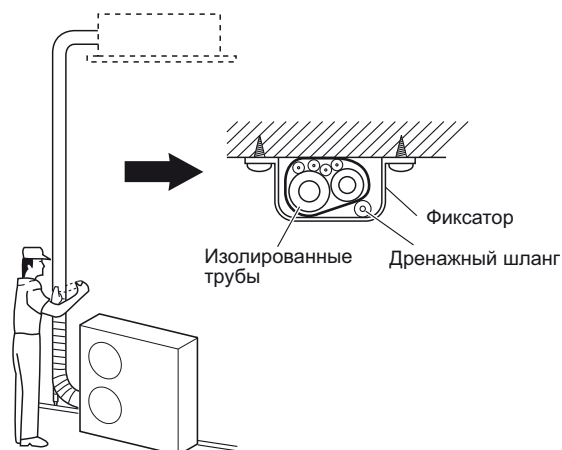

Рис.5-9
- (1) На данном этапе трубы хладагента (и электрическую проводку, если это разрешено местными правилами) следует обмотать вместе бронелентой в 1 связку. Чтобы предотвратить перелив конденсата через края дренажного поддона, проложите дренажный шланг отдельно от трубопровода хладагента.
- (2) Наматывайте бронеленту от нижней части внешнего блока до верхней части трубопровода, где он входит в стену. Во время обмотывания трубопровода перекрывайте половину каждого предыдущего витка ленты.
- (3) Прикрепите связку трубопровода к стене, используя по 1 фиксатору приближ. через каждый метр. (Рис. 5-9)